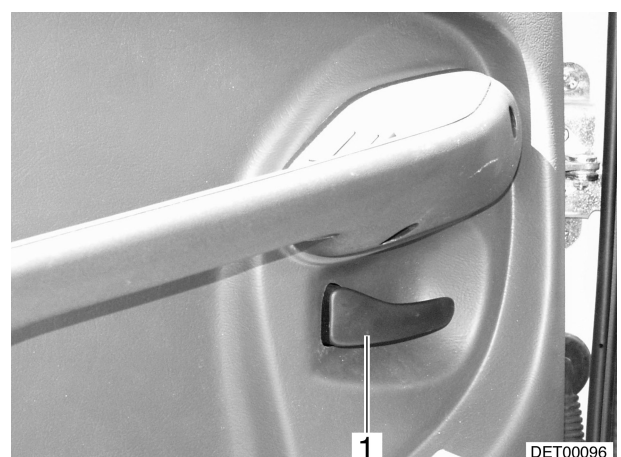

Bild 20 Türschloss, innen (Variante 2)
- Am Griff (Bild 20,1) ziehen. Das Türschloss wird entriegelt.
- Griff (Bild 20,1) zur Tür hin drücken.